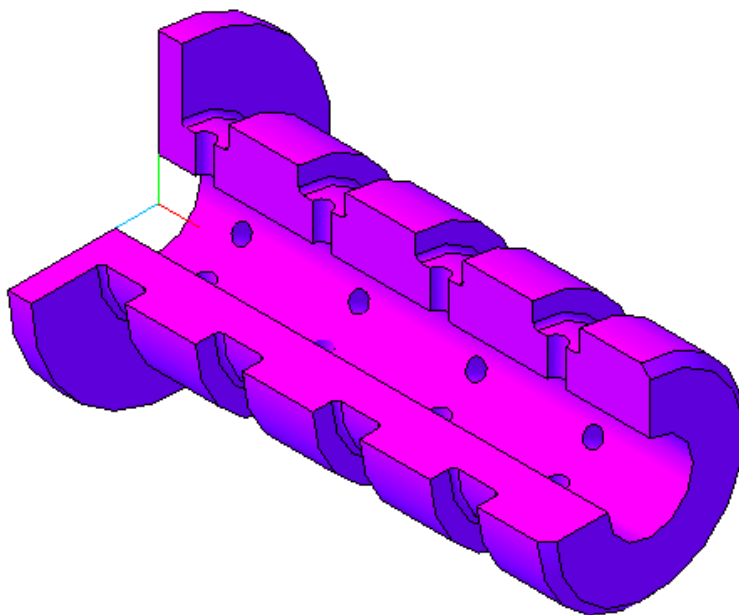

Рис. 107
Задание. Выполните пространственную модель и чертеж детали «Втулка», рис. 107, 108.
- Из меню **Вид** выберите **Скрыть конструктивные оси**. Выполните вырез, рис. 107, отредактируйте свойства детали.